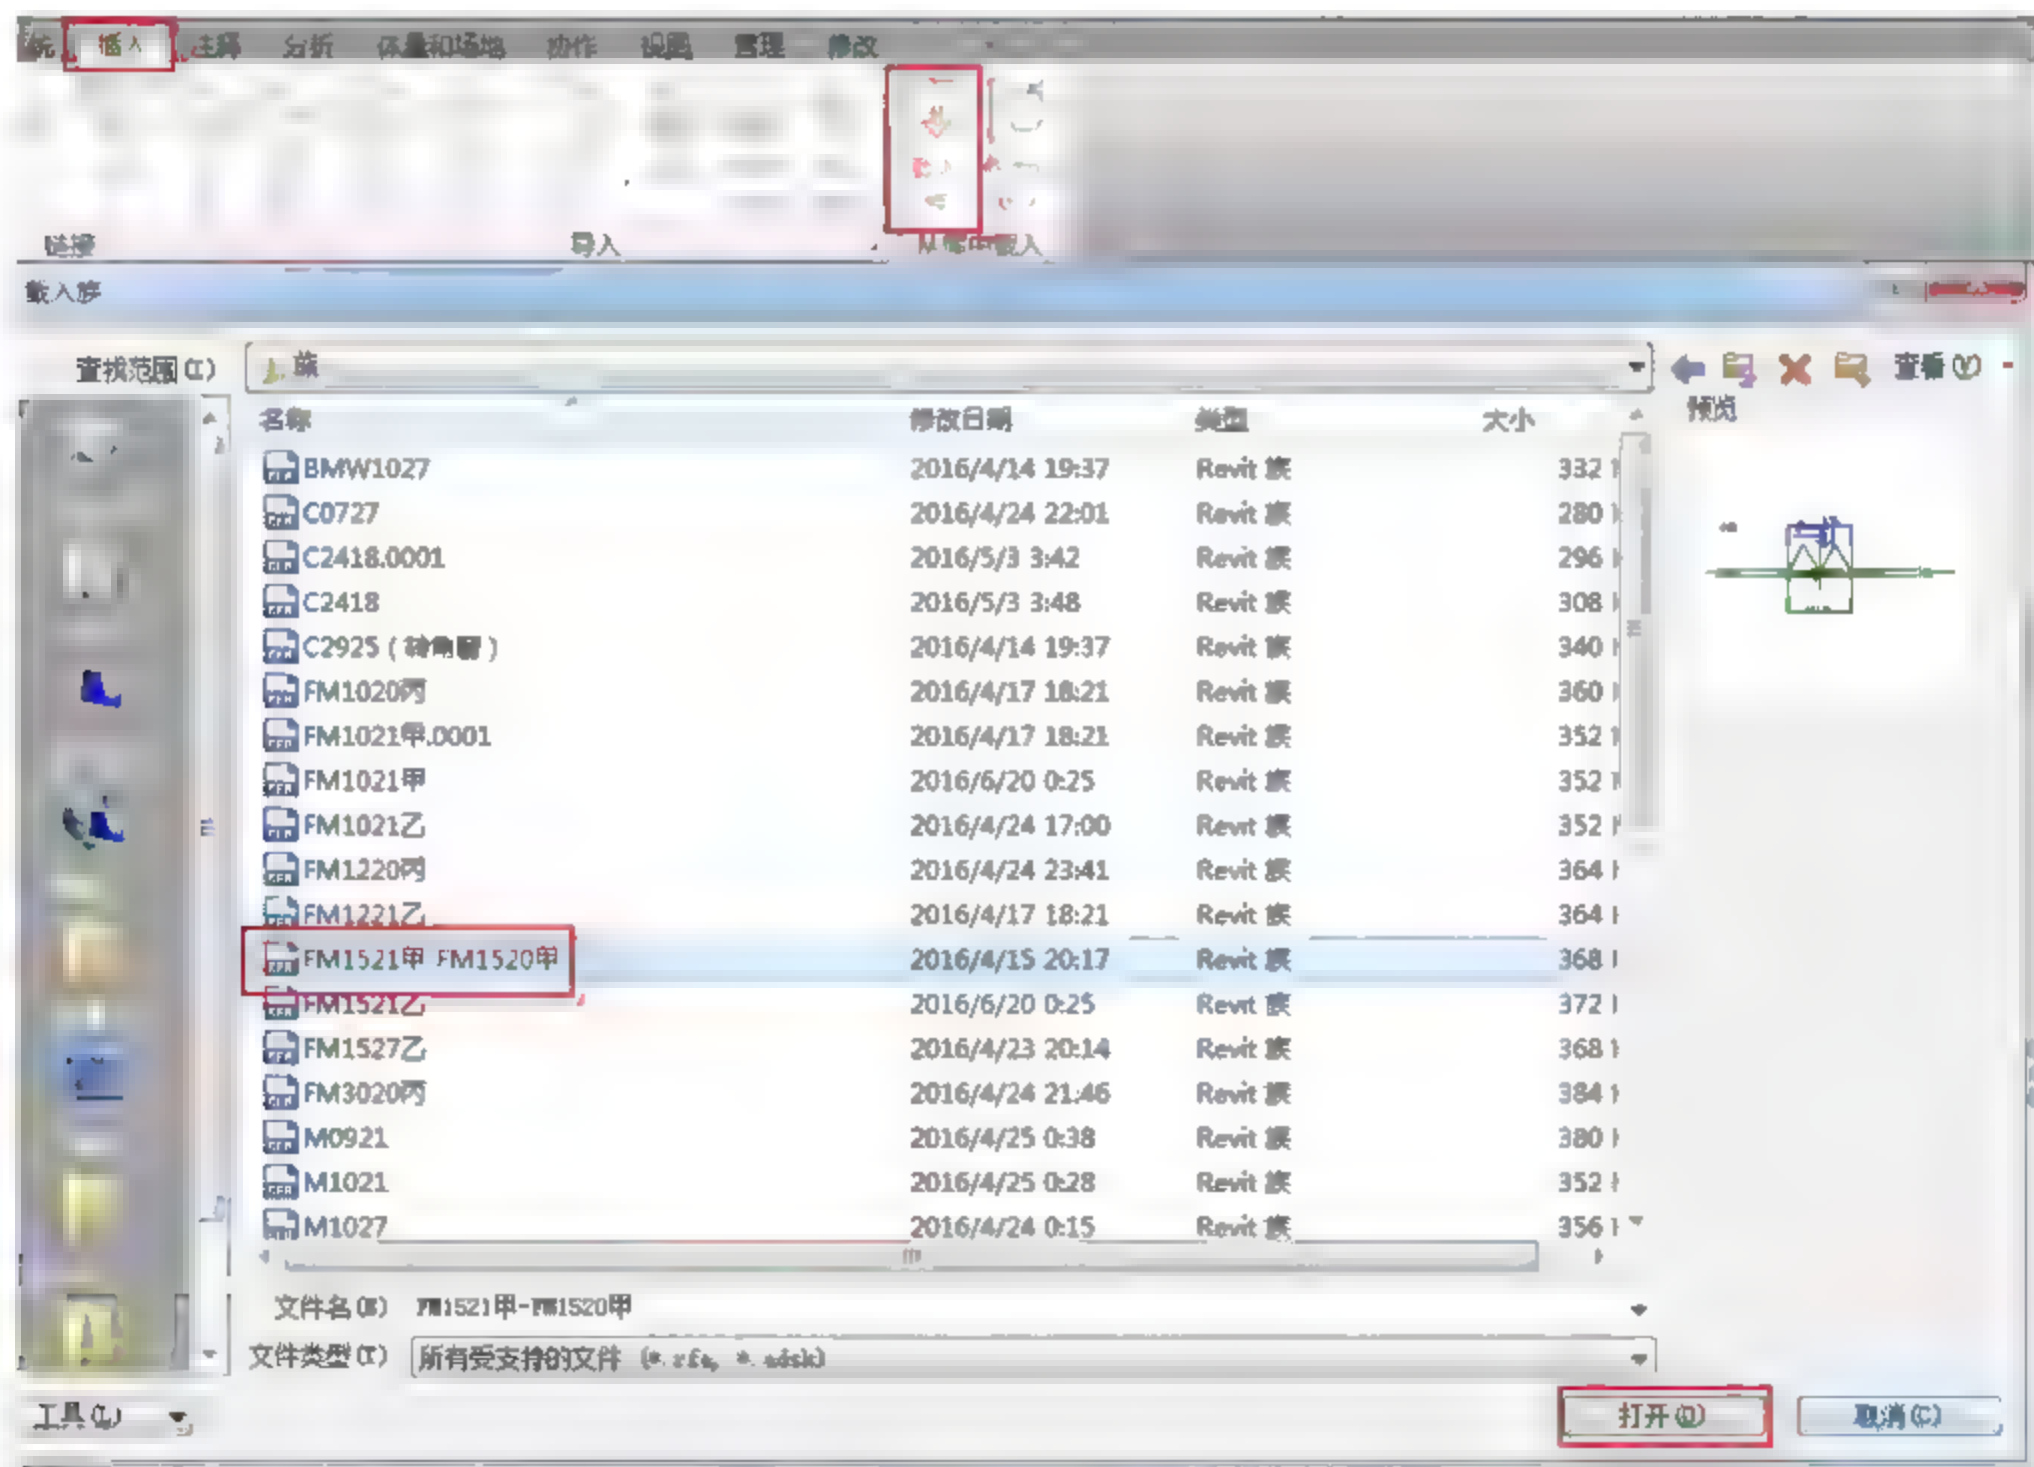

图 9.3.33 载入“FM1521 甲-FM1520 甲”族文件
(25) 载入“FM1521 甲-FM1520 甲”族文件。选择“插入”→“载入族”命令, 在弹出的“载入族”对话框中, 找到前面建立的门族“FM1521 甲-FM1520 甲”, 然后单击“打开”按钮, 如图 9.3.33 所示。